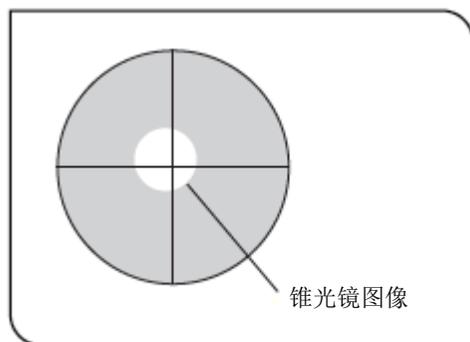

图 26
6. 为增亮并方便光轴调节过程中的锥光镜图像观察，稍微旋转检偏镜，远离总消光位置（图 26）。